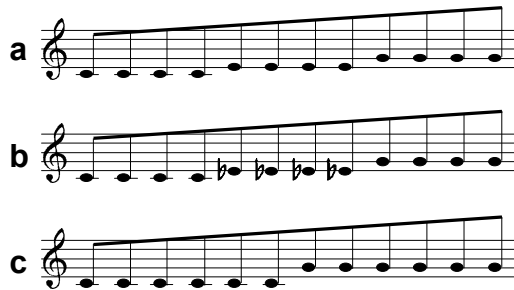

Abb. 4: Dur- bzw. Moll-Akkord-Folge (a,b), Grundton + Quinte (c)
Stellung von Schalter ① wird eine Dur-Akkord-Folge (s. Abb. 4 a) oder eine Moll-Akkord-Folge (s. Abb. 4 b) erzeugt.
In der Position "**Quint**" erfolgt die Ausgabe von **Grundton** und zugehöriger **Quinte** (s. Abb. 4 c).